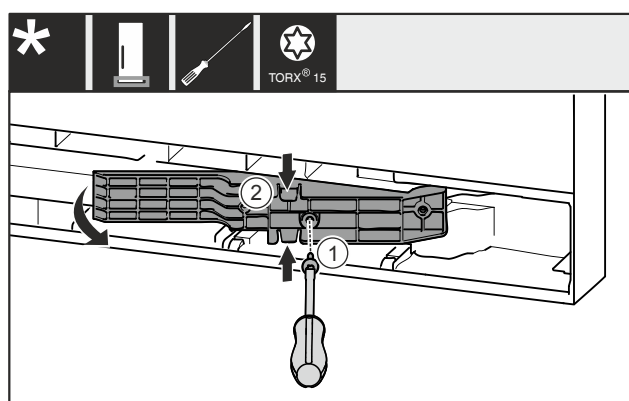

Fig. 13 *
- Rimuovere la vite Fig. 13 (1)*
- Comprimerne leggermente l'adattatore Fig. 13 (2) in alto e in basso ed estrarlo.*